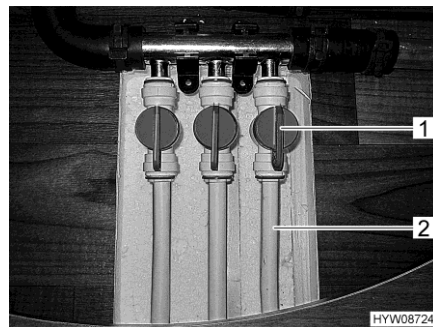

Bild 125 Vorlaufventile (Fußbodenheizung)
- Griff (Bild 125,1) am Vorlaufventil des gewünschten Heizstrangs (Bild 125,2) parallel zur Heizleitung stellen. Dieser Strang der Fußbodenheizung arbeitet jetzt mit maximaler Leistung.
- Griff (Bild 125,1) am Vorlaufventil des gewünschten Heizstrangs (Bild 125,2) in eine beliebige Stellung stellen. Die Heizleistung dieses Strangs kann auf diese Weise stufenlos geregelt werden.
- Griff (Bild 125,1) am Vorlaufventil des gewünschten Heizstrangs (Bild 125,2) quer zur Heizleitung stellen. Dieser Strang der Fußbodenheizung ist jetzt ausgeschaltet.